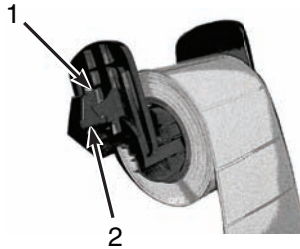

Figure 16, Matériel d'étiquetage
3. Glissez le rouleau de matériel d'étiquetage Brady sur le porte matériel et réinstallez la pièce de bout (**Figure 16, 1**), qui centrera automatiquement le rouleau sur le porte matériel.
4. Réinsérez le porte matériel sur les coulisses du cadre. Assurez-vous que les contacts électriques sous les pattes latérales (**Figure 16, 2**) soient proprement positionnés sur le cadre afin que l'imprimante lise correctement la marque d'identification du matériel. Assurez-vous que le matériel roule à partir du haut du rouleau comme illustré **Figure 16**.